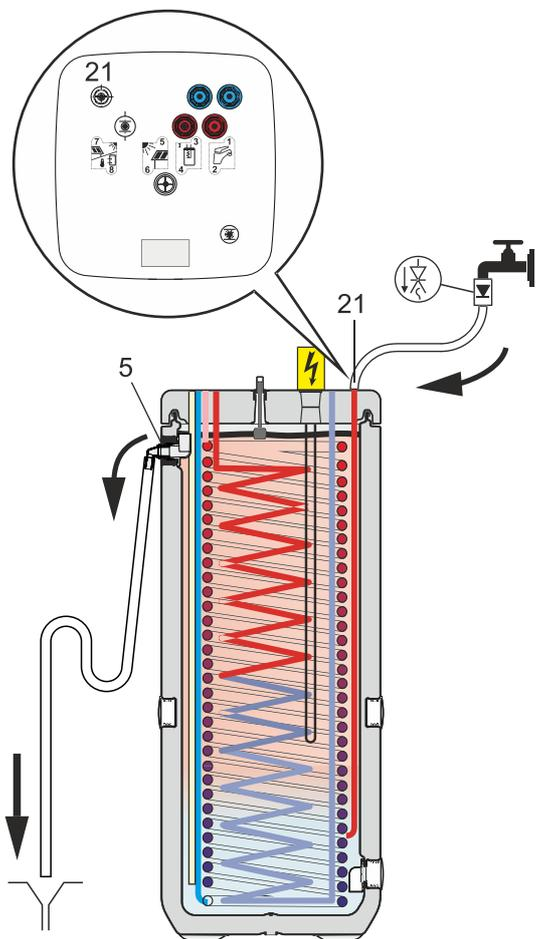

Fig. 4-4 Remplissage du ballon tampon - sans $p=0$ système solaire et sans raccord de remplissage KFE
- Raccorder le tuyau de remplissage avec clapet anti-retour (1/2") sur le raccord « DrainBack solaire – départ » (voir fig. 4-4, pos. 21).
- Remplir le réservoir d'accumulateur du DAIKIN EKHWP / EKHWC **jusqu'à ce que de l'eau sorte par le trop-plein de sécurité** (fig. 4-4, pos. 5).
- Remplir le réservoir d'accumulateur du DAIKIN jusqu'à ce que de l'eau sorte par le **trop-plein de sécurité** (fig. 4-4, pos. 5).